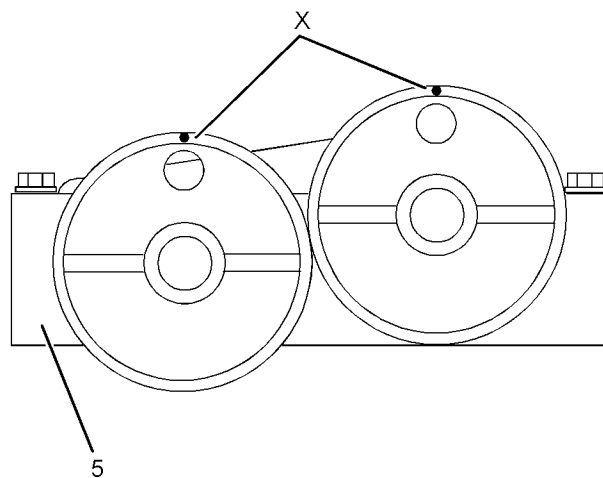

Ilustración 256
6. Alinee las marcas de sincronización (X) en los engranajes del compensador (5). Consulte la ilustración 256 .
7. Coloque el conjunto de compensador (5) en el bloque de motor. Asegúrese de que el compensador quede colocado correctamente en las espigas y se asiente correctamente en el bloque de motor.
8. Asegúrese de que la alineación de las marcas (X) en los engranajes del conjunto de compensador (5) todavía esté colocada correctamente. Consulte la ilustración 256 .